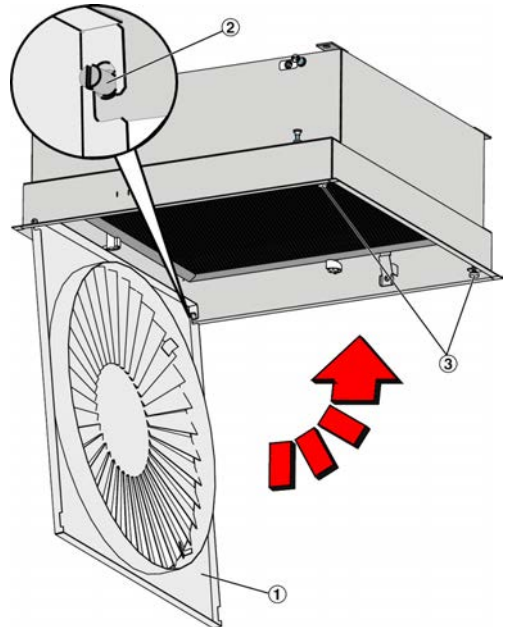

Abb. 5: Frontdurchlass montieren
1. ▶ Frontdurchlass (Abb. 5/1) in die beiden Bolzen (Abb. 5/2) einhängen.
2. ▶ Frontdurchlass hochschwenken bis er von den Magneten (Abb. 5/3) gehalten wird.